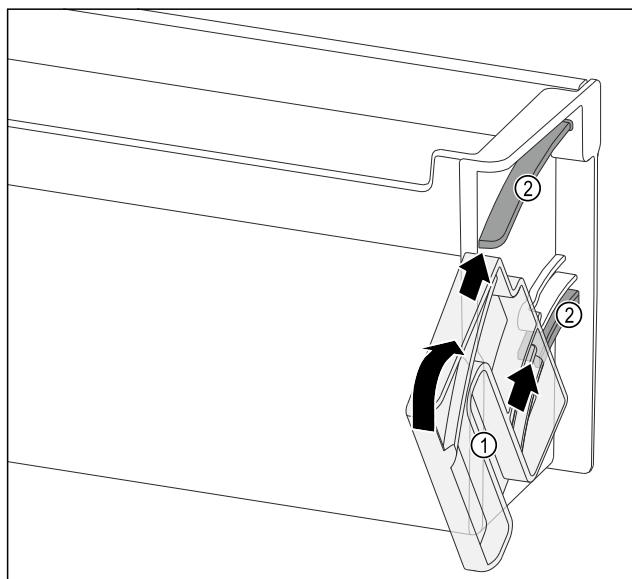

Fig. 102
- ▶ 定位旋转单元 Fig. 102 (1)，使槽正好与门边存放架的导向槽 Fig. 102 (2) 相对。
- ▶ 沿指定方向转动旋转单元 Fig. 102 (1)。